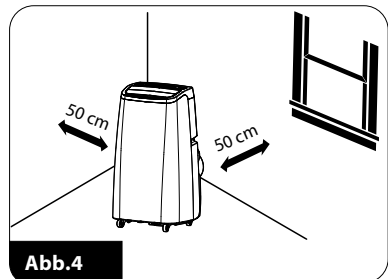

Abb.4
5. Positionieren Sie das Klimagerät am Zielort, wobei Sie einen Abstand von mindestens 50 cm um das Gerät herum einhalten müssen (Abb. 4).
6. Den Außenverbinder (16) am anderen Rohrende (15) installieren Sie im Fenster mit mitgeliefertem Montagesatz. Sie können einen der beiden mitgelieferten Montagesätze benutzen: für Schiebefenster und Kippfenster.